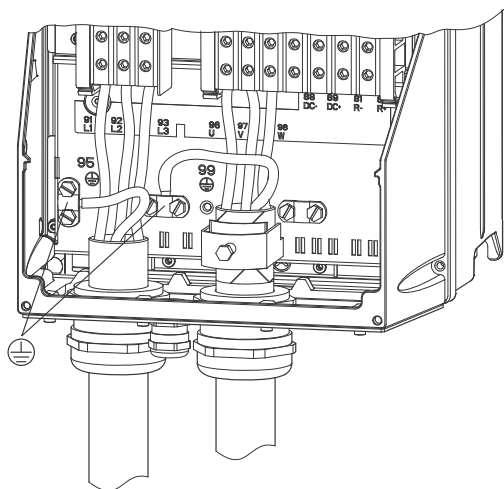

Рис. 11 Подключение питания и электродвигателя, C1
1. Подключите заземляющий провод к клемме 95 (защитное заземление). См. рис. 11.
1. Подключите заземляющий провод к клемме 99 (защитное заземление). См. рис. 11.
2. Подключите провода электродвигателя к клеммам 96 (U), 97 (V), 98 (W).